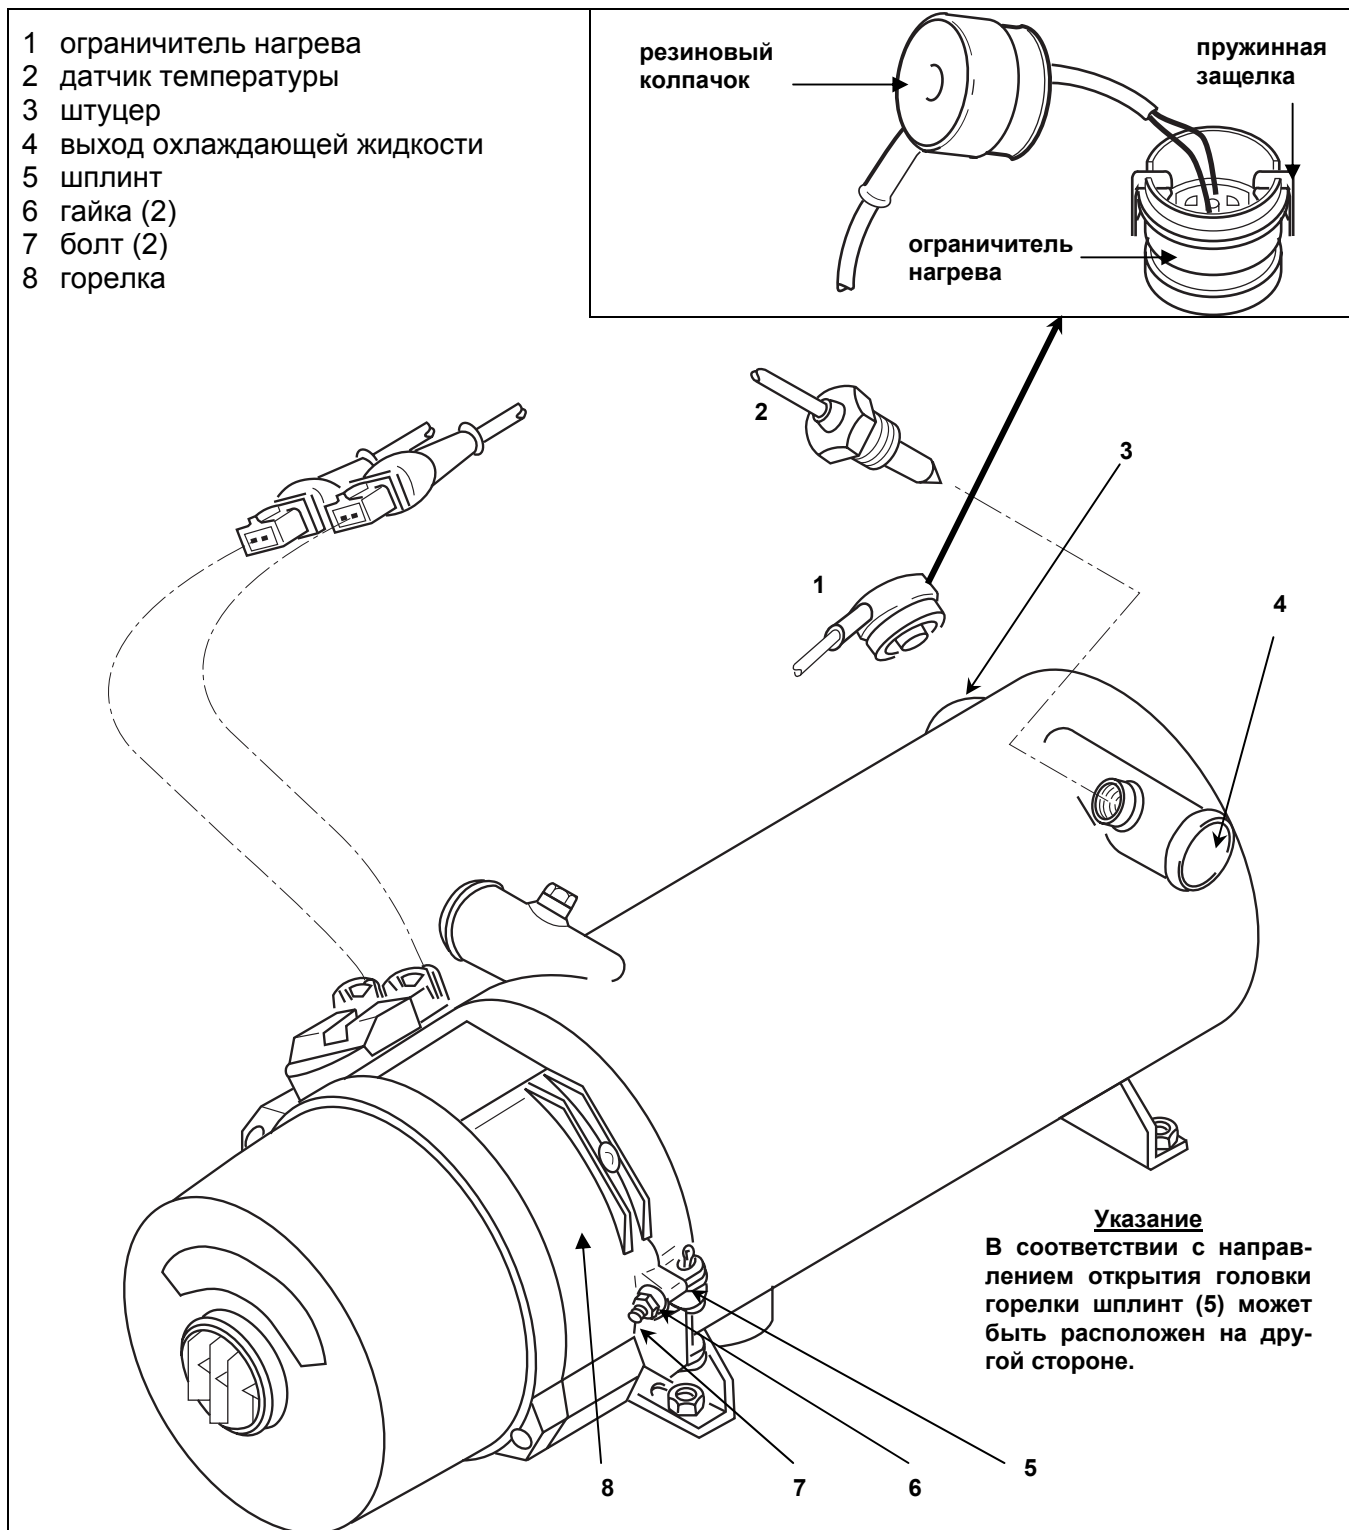

Рис. 901 Замена ограничителя нагрева, датчика температуры и горелки.
2. Снять резиновый колпачок. Приподнять пружинную защелку отверткой и удалить ограничитель нагрева (1, рис. 901).
1. Надвинуть резиновый колпачок ограничителя нагрева (1, рис. 901) настолько, чтобы ограничитель нагрева был приведен в установочное положение.
2. Ввести ограничитель нагрева (1) в штуцер (3) и отпустить пружинную защелку.
2. Вывинтить датчик температуры (2, рис. 901) и снять.
1. Вручную ввинтить датчик температуры (2, рис. 901) в выходное отверстие (4) для охлаждающей жидкости.
2. Затянуть датчик температуры (2) с моментом 20 Нм + 5 Нм.
2. Ослабить гайки (6, рис. 901) так, чтобы было можно откинуть болты.
3. Отвернуть болты (7) и вытянуть шплинт (5).
4. Снять горелку (8).
1. Привести горелку (8, рис. 901) в установочное положение, подвести болты (7) и закрепить временно гайками (6).
2. Вставить шплинт (5) согласно предусмотренному направлению поворота.
3. Затянуть гайки (6) с усилием  $7,5 \text{ Нм} + 1 \text{ Нм}$ .